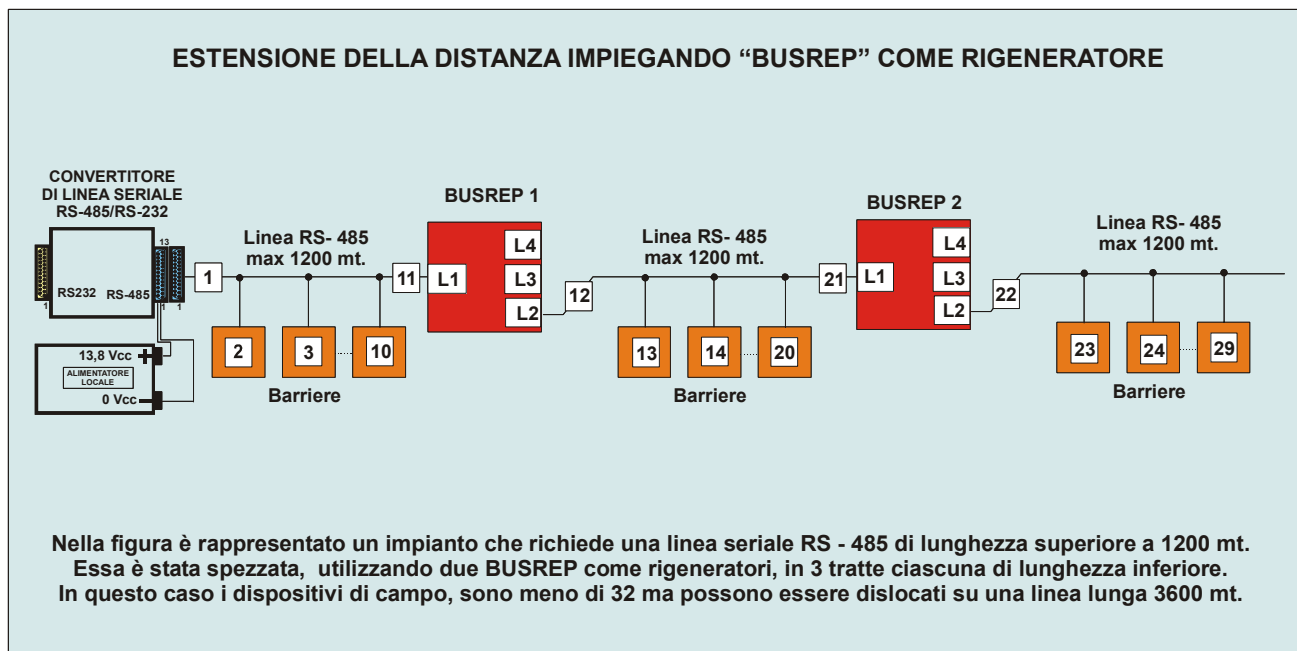

fig. 11
Per distanze superiori è necessario utilizzare uno o più **rigeneratori** d'interfaccia (BUS-REP) fig. 11.
- miste, a bus e stellare utilizzando ripetitori/rigeneratori e moltiplicatori di interfaccia (BUS REP) fig. 11.